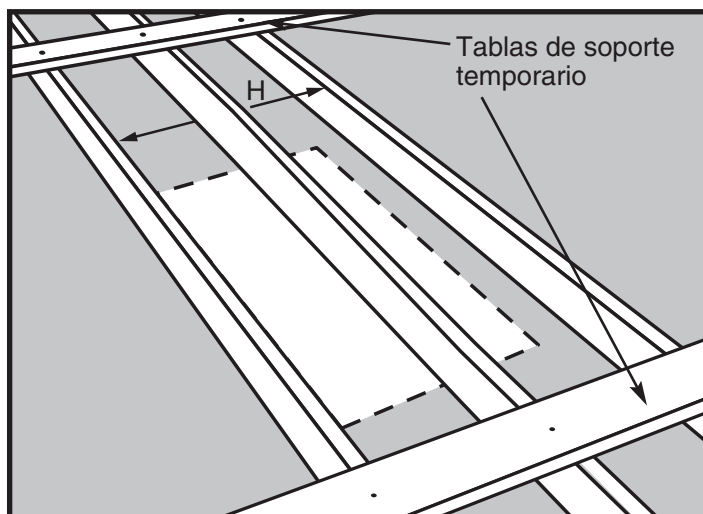

Figura 14
PASO 1. Mida la longitud "H" del cabecero entre las vigas no cortadas (vea la Figura 14).